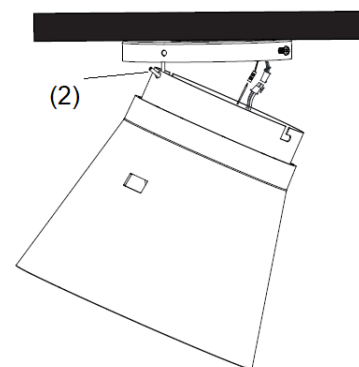

Fig. 4
- Soulevez le ventilateur complet pour le placer sur le support de montage. Accrochez le ventilateur complet sur le crochet J (2) du support de montage. (Fig. 4)